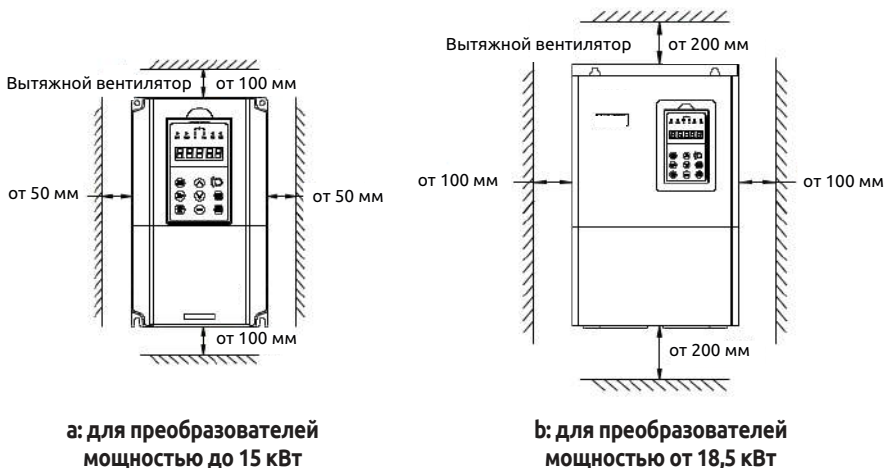

Рис. 3-1 Монтажные размеры
(1) Как правило, преобразователь устанавливается в вертикальном положении. Горизонтальная установка будет препятствовать нормальному рассеянию тепла, и в таком случае потребуются ограничение времени использования преобразователя.
(2) На Рис. 3-1 показаны минимальные монтажные размеры.